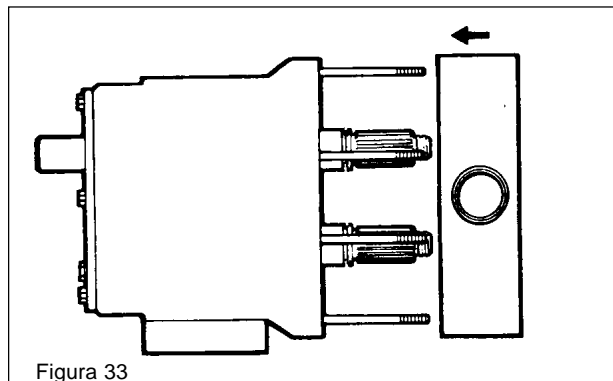

Figura 33
1. Deslice el cuerpo sobre los ejes y espárragos teniendo cuidado de no mellar ni descolocar los componentes de los sellos. Apriete el cuerpo firmemente contra las clavijas de sujeción de la caja. (Vea la figura 33)